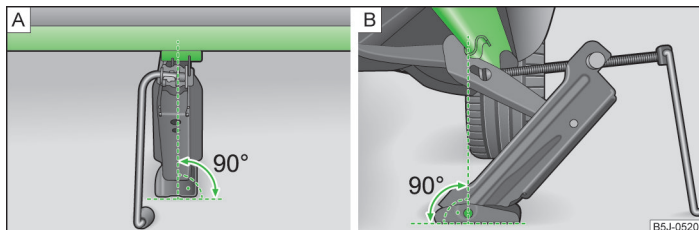

Fig. 142 Utilizzo del martinetto
- Posizionare il martinetto in modo che la staffa d'innesto cinga la cresta » fig. 142 - B in basso sotto l'incisione nella superficie laterale del longherone.
- Assicurarsi che la piastra del martinetto poggi su una base dritta con tutta la sua superficie e si trovi in posizione verticale, » fig. 142 in modo che la staffa di innesto cinga la cresta.